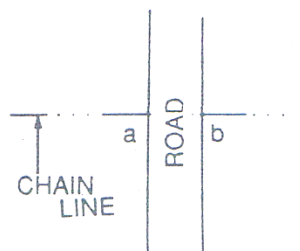

Fig. 2.11
- کله چې سرک د شرید خط په عمودي توګه باندې قطع کړي د سرک سره د تقاطع د نقاطو د chainage اندازيږي اخستل کېږي د fig 2.11 شکل مطابق